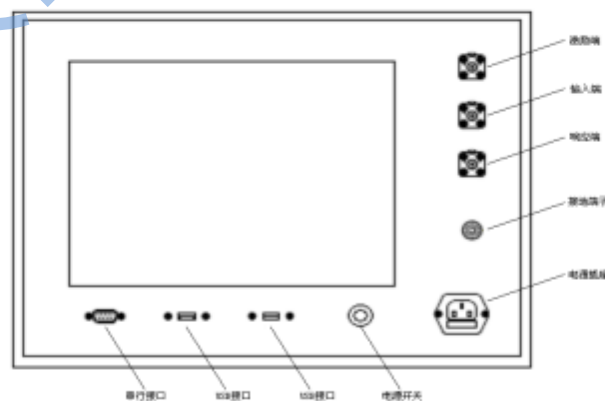

图 1 变压器绕组变形测试仪面板图
- 1、面板介绍：变压器绕组变形测试仪的面板如图 1 所示。